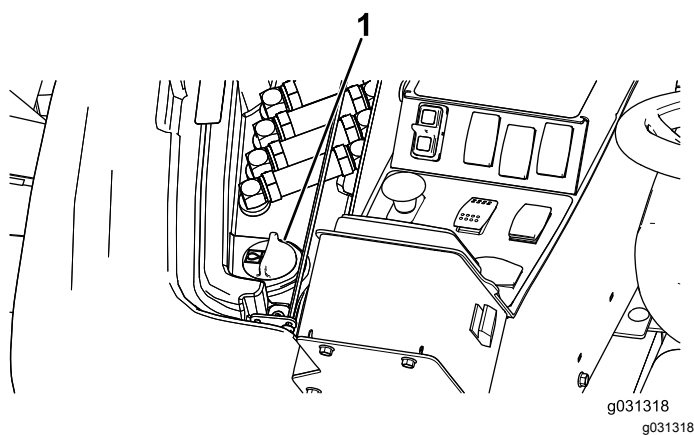

Figura 127
2. En el lado derecho de la máquina, levante la tapa para tener acceso al tapón del depósito hidráulico (Figura 127).
3. Limpie la zona alrededor del cuello de llenado y el tapón del depósito hidráulico (Figura 127).